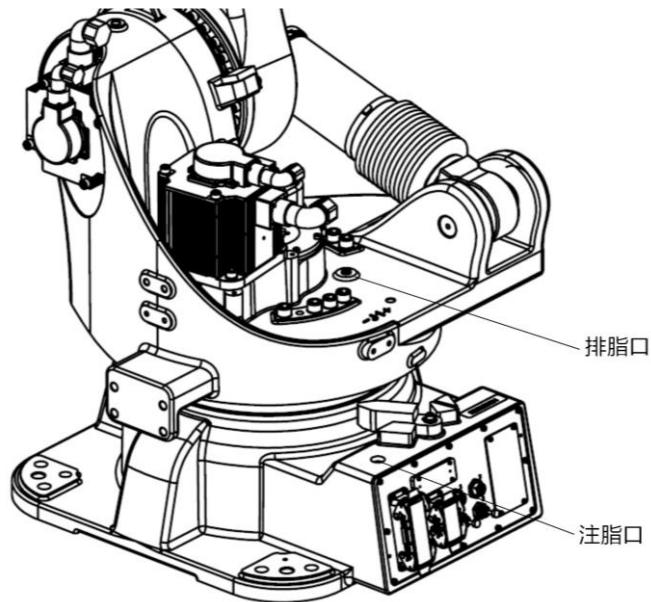

图 13-4 更换 J1 轴减速器润滑脂
- 卸下排脂口 M10x1 堵头及密封垫片，如图 13-4 所示。